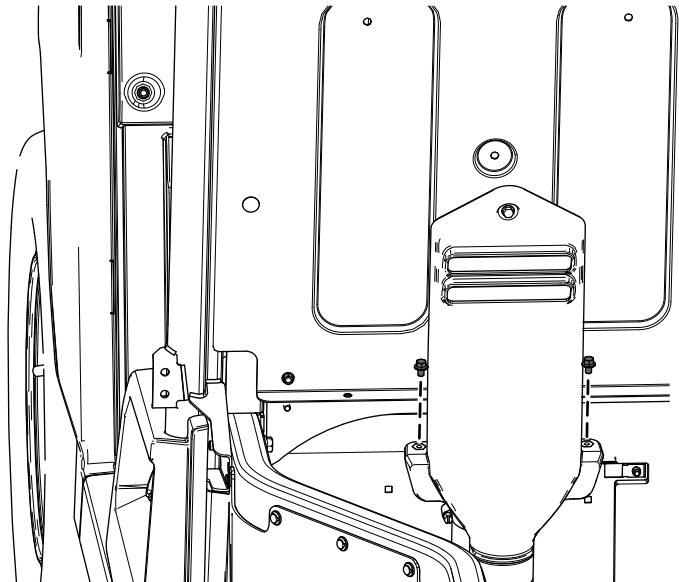

Figura 23
- A. Retire los 2 pernos con arandela prensada ($\frac{1}{4}$ " x $\frac{3}{8}$ ") de la cubierta de admisión de la CVT (Figura 23).